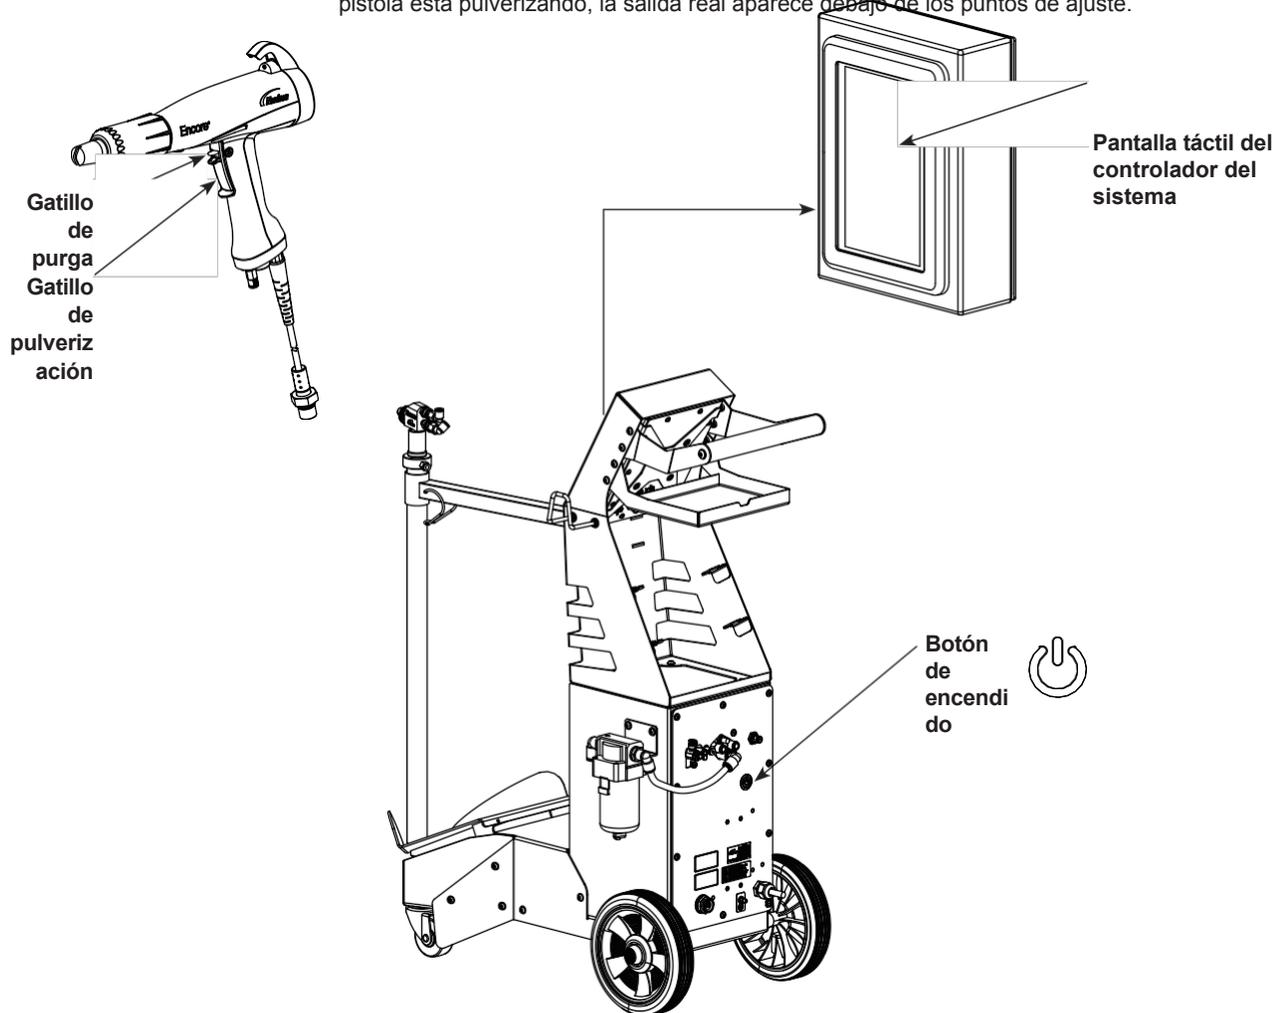

Figura 4-4 Controles del sistema
4. Consulte la Figura 4-4. Asegúrese de que la pistola pulverizadora no esté disparada y, a continuación, conecte la alimentación del sistema . La pantalla táctil del controlador del sistema debe encenderse.
Véase la figura 4-4.